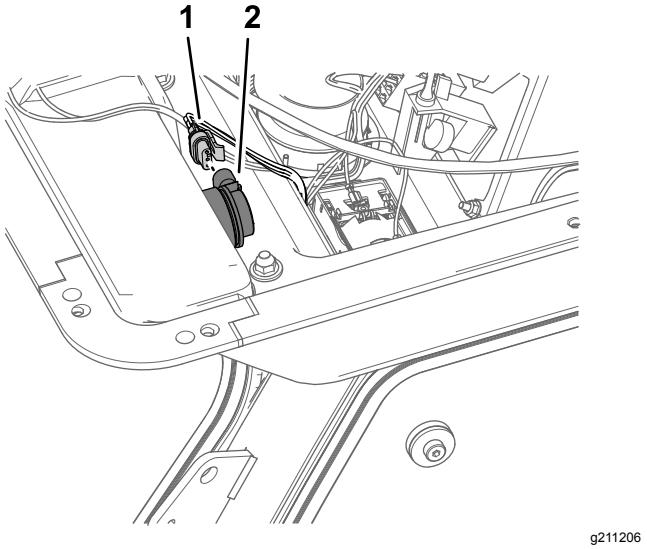

Figure 31
- Branchez le connecteur à 3 douilles du faisceau de câblage de la cabine étiqueté LH FRONT TURN SIGNAL (si vous montez le clignotant et le feu de détresse gauche) ou RH FRONT TURN SIGNAL (si vous montez le clignotant et le feu de détresse droit) au connecteur à 3 broches du clignotant et du feu de détresse (Figure 31).